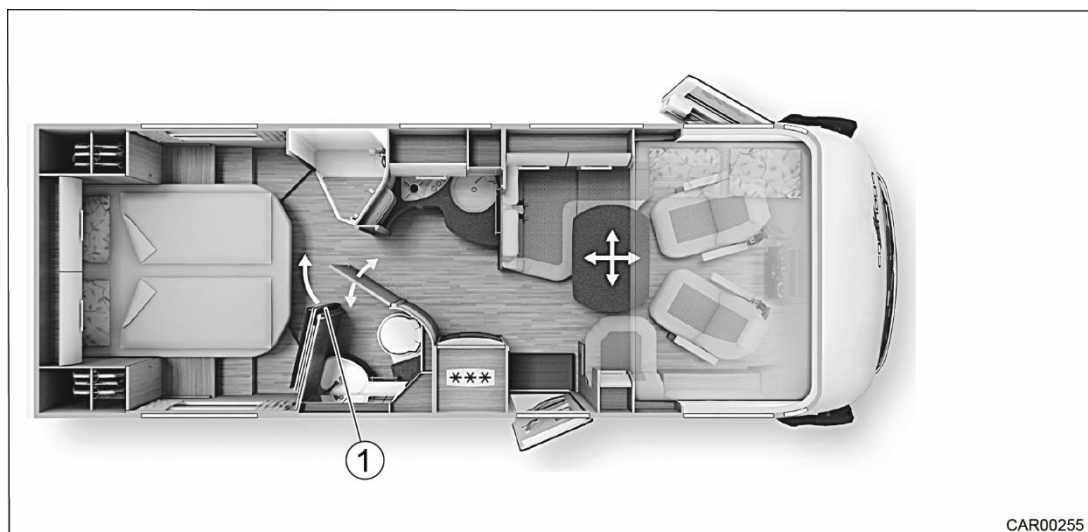

Fig. 93 Installation de vestiaires lit central et cabinet de toilette (porte et porte coulissante en trois parties)
3. Ouvrir le bouton-pression (Fig. 93/1) pour desserrer le blocage de la paroi de séparation.